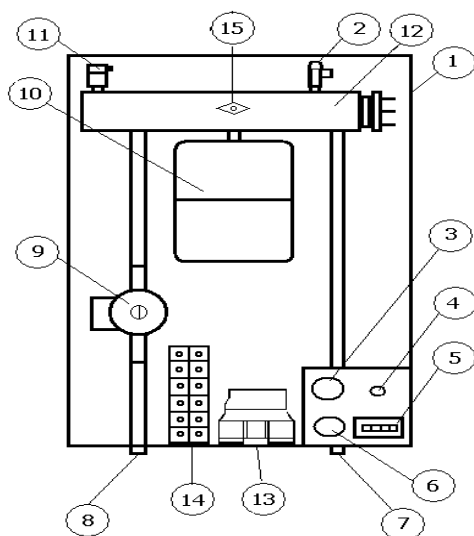

Рис. 2 – Конструкция электрического котла
Электрический котел (Рис.2) состоит из корпуса (1) сварной конструкции. В верхней части корпуса расположена колба (12) с блоком нагревательных элементов, автоматическим воздухоотводчиком (11), расширительным баком (10), аварийным термостатом (15) и предохранительным клапаном (2). В нижней части электрического котла расположены патрубки входа (8) и выхода (7) теплоносителя. К патрубку входа присоединен циркуляционный насос (9). На основании закреплен корпус (1) и защитный кожух который выполнен из стального листа и служит для защиты обслуживающего персонала от ожогов и поражения электрическим током. Кожух фиксируется на основании с помощью четырех саморезов с торцов по два с каждой стороны. При необходимости кожух можно легко снять с основания.
При монтаже электрического котла необходимо выдерживать минимальные расстояния до стен, пола и потолка, указанных на Рис.2. Расстояния необходимо соблюдать для удобства эксплуатации и сервисного обслуживания. Запрещается помещать котел в ниши, загораживающие крепежные элементы кожуха котла и препятствующие естественной вентиляции изделия.